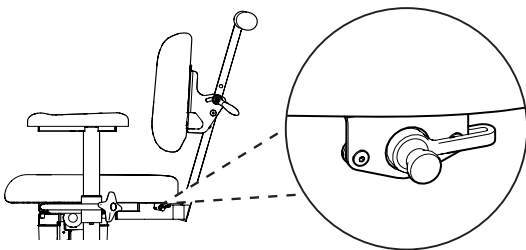

Abb. 2.3. Anschluss des Steckers an den Ladeanschluss hinten unter dem Sitz.
1. Schließen Sie den Stecker des Ladegeräts an die Ladebuchse an, siehe Abb. 2.3. Die Ladebuchse befindet sich normalerweise an der hinteren Kante unter dem Sitz.